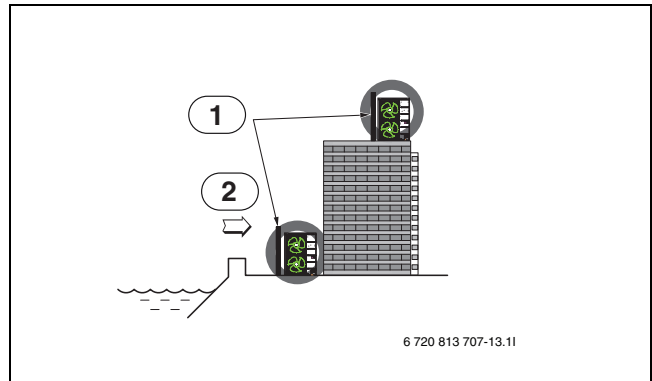

Fig. 14
- ▶ Se l'unità esterna viene installata sul lato del mare, posizionare una protezione antivento per proteggerla dal vento del mare (→ fig. 14)